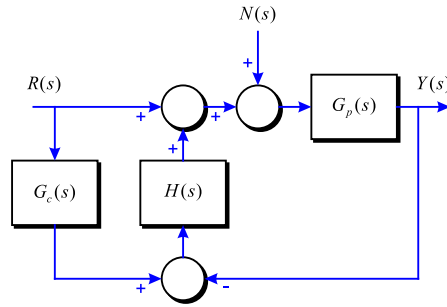

Figura 2-5
**Problema 17** La Figura 2-5 mostra un sistema de control amb realimentació condicional: